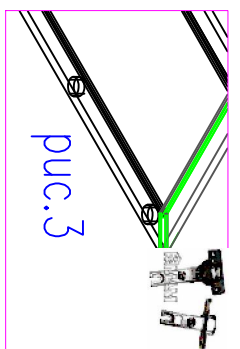

рис.3
3. На посадочные места дет.14,15 установить петли Ф №15,16 (рис.3)
9. В посадочные места дет.1,2,5,6 установить полкодержатели Ф №5.(рис.3). Установить полки дет.9